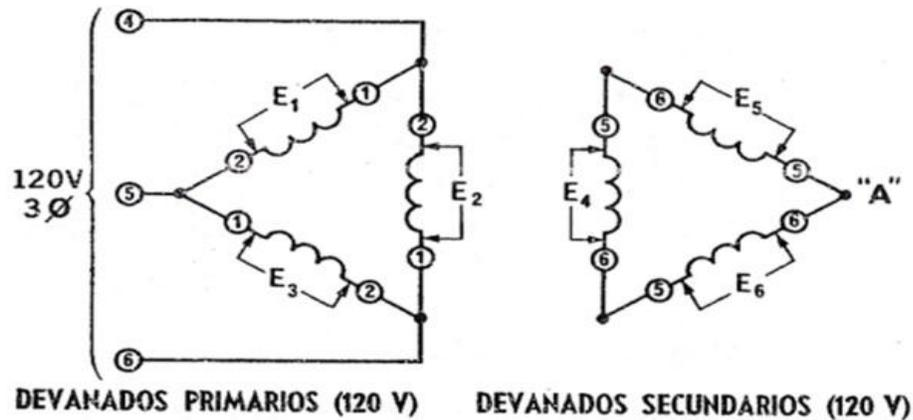

Figura 4.4
4. a) El circuito que aparece en la figura 4.4. tiene tres transformadores conectados en una configuración _____
- c) Conecte el circuito como se indica en la figura 4.4 Abra el secundario conectado en delta en el punto "A" y conecte el voltmetro a través de la delta abierta.